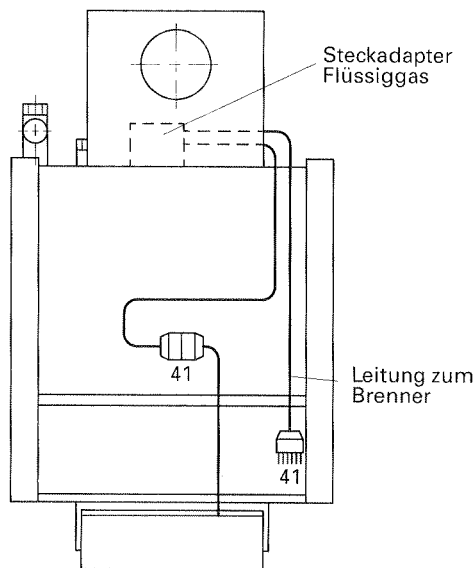

Abb. 13
Die motorisch gesteuerte Abgasklappe, die Abgasüberwachungseinrichtung (falls vorhanden) und den Steckadapter Flüssiggas an die Regelung anschließen. Dazu entsprechend Abb. 13 bis 16 die Leitung verlegen und die Steckverbinder zusammenstecken.
- Heizkessel mit Steckadapter Flüssiggas siehe Abb. 13.